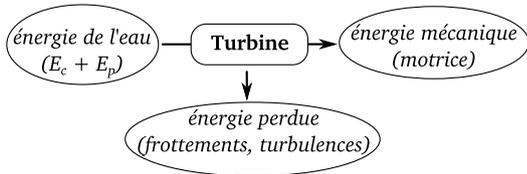
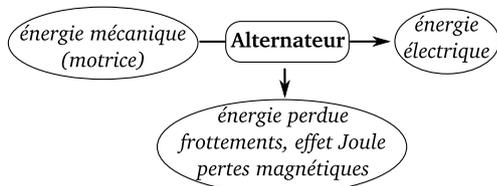

Figure 15.8 – Exercice 19 1.a p.265
Figure 15.9 – Exercice 19 2.a p.265
**Exercice 19 p.265** 1.a Voir figure 15.8. 1.b  $rendement = \frac{\text{énergie mécanique disponible}}{\text{énergie de l'eau}}$ . 2.a Voir figure 15.9. 2.b  $rendement = \frac{\text{énergie électrique}}{\text{énergie mécanique reçue}}$ . 3.  $rendement\ total = \frac{\text{énergie électrique}}{\text{énergie de l'eau}} \times \frac{\text{énergie mécanique disponible}}{\text{énergie de l'eau}}$ ,  $rendement\ total = rendement\ alternateur \times rendement\ turbine$  le rendement total est de  $0,60 \times 0,80 = 0,48 = 48\%$  4. C'est une énergie renouvelable, sans émission de CO2. Le problème de l'énergie hydraulique est qu'en Europe, tous les sites sont déjà utilisés et il n'y a pas possibilité d'augmenter le parc hydraulique. Il peut y avoir également des effets sur la faune aquatique (notamment les poissons migrateurs ne peuvent plus remonter un fleuve). On construit alors des « échelles à poisson » pour leur permettre de contourner la centrale.